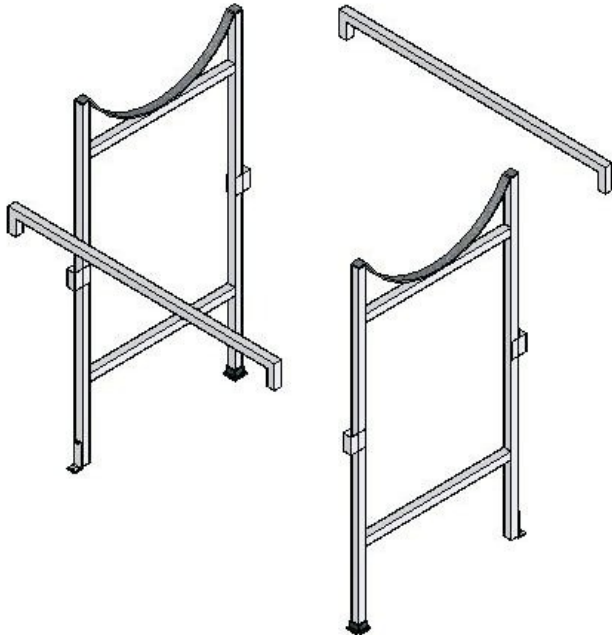

Figura 1 Armado de la estructura de soporte
3. Armar el la estructura de soporte como se muestra en la figura 1.